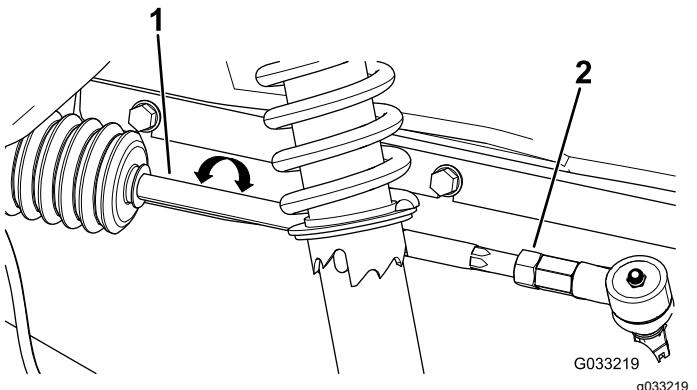

Figure 57
2. Si les mesures ne sont pas comprises entre 0 et 6 mm, desserrez les écrous de blocage aux deux extrémités extérieures des biellettes (Figure 57).